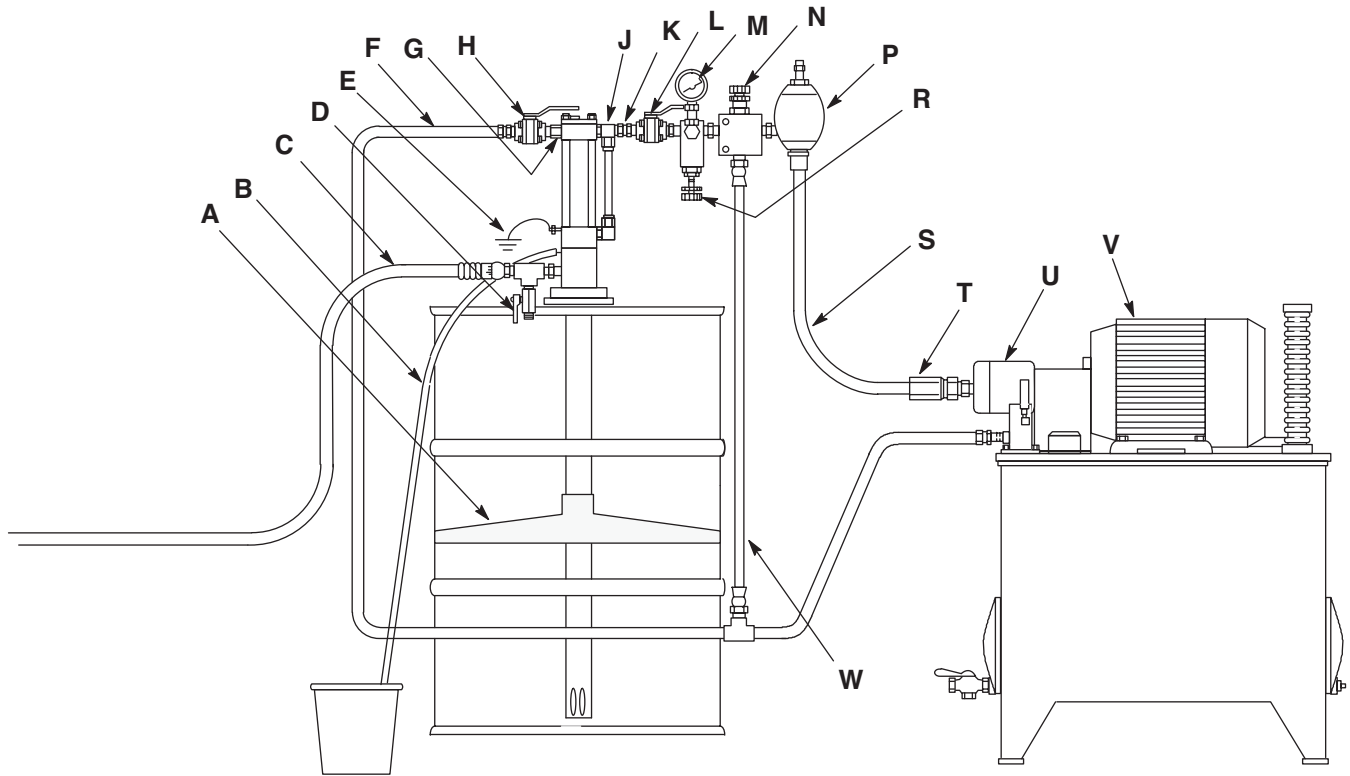

图 2: 典型安装
尽管图 2 所示的安装仅作为选择和安装系统组件和附件的指导, 但部分设备是必需的, 如图例中所注明。若需要设计一套适合您要求的系统, 请联系 Graco 公司的经销商。
请参见图 2 了解以下说明中提及的零配件。
2. 关闭供应管路关闭阀（L，图 2）。